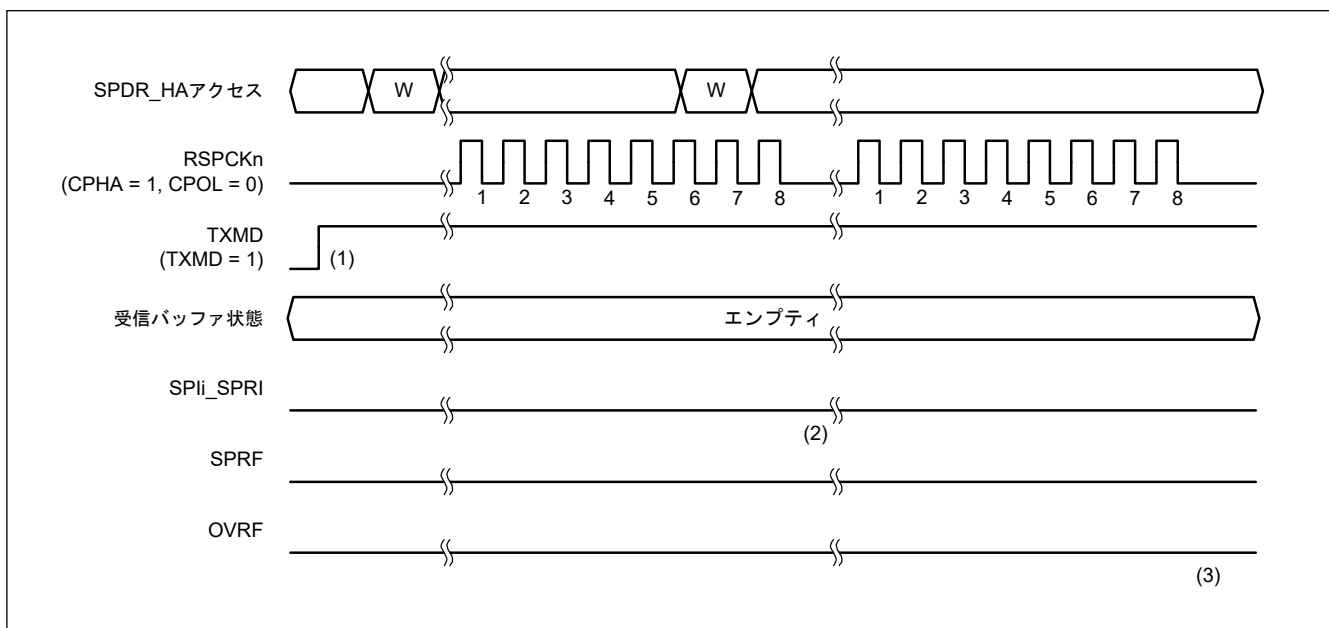

図 27.24 SPCR.TXMD = 1 の動作例
図 27.24 に、通信動作モード選択ビット (SPCR.TXMD) を 1 にした場合の動作例を示します。この例では、SPCMD0.CPHA ビットが 1、SPCMD0.CPOL ビットが 0 の設定で、SPI が 8 ビットのシリアル転送を実行しています。RSPCKn 波形の下に記載した数字は RSPCK サイクル数 (= 転送ビット数) を示しています。
以下に、図 27.24 の (1)~(3) に示したタイミングでのフラグの動作内容を説明します。